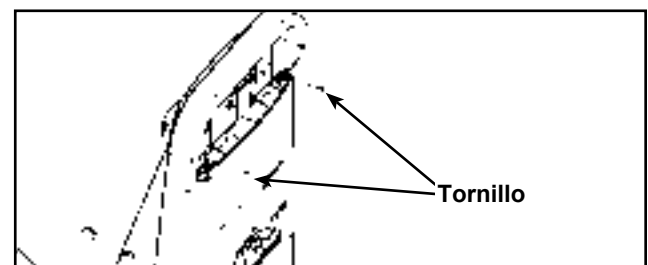

Figura 12
- B. Instalar asegurar superior de dos tornillos mover hacia atrás la cubierta. Ver Figura 12.